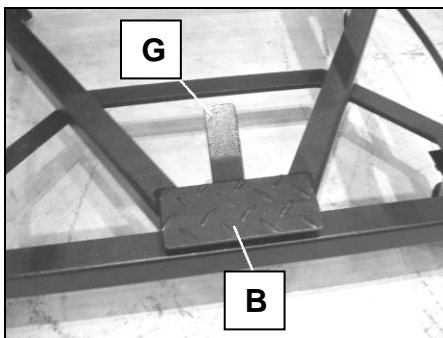

Fig 22
- Appuyez sur la pédale du bras principal (B) et vérifiez qu'il soit bien bloqué par la patte de fixation (G) (Fig 22).